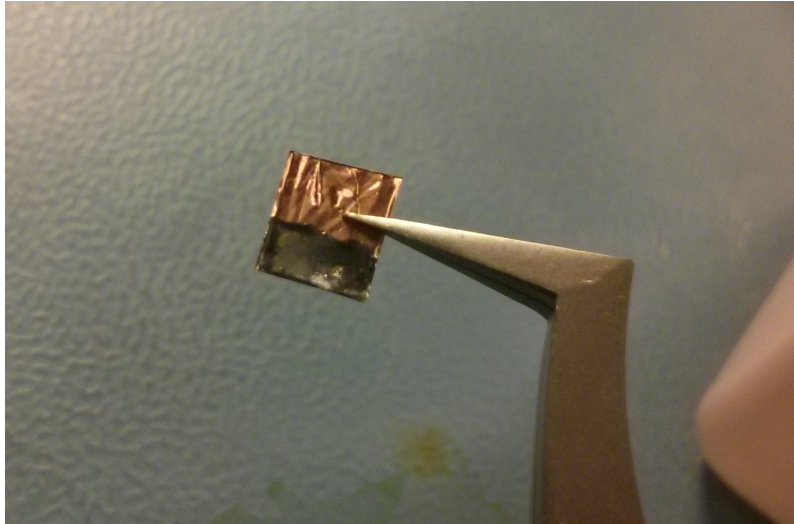

Figure 5: Rengjort tap med loddetin
- På halvdelen af ny tap, hvor den skal loddess, se fig 5